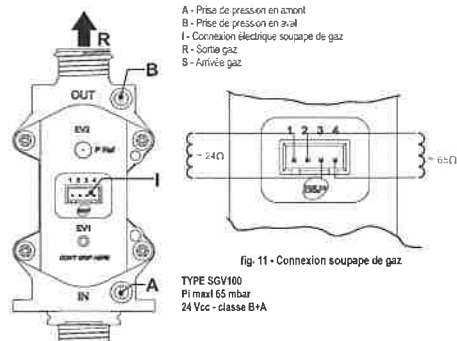

fig. 10 - Vanne à gaz
- appuyer 20 secondes sur la touche fig. 10/10ff (rep. 7 - ) : l'afficheur visualise "001" clignotant.
- Appuyer 20 secondes sur la touche fig. 10/10ff (rep. 7 - ) :